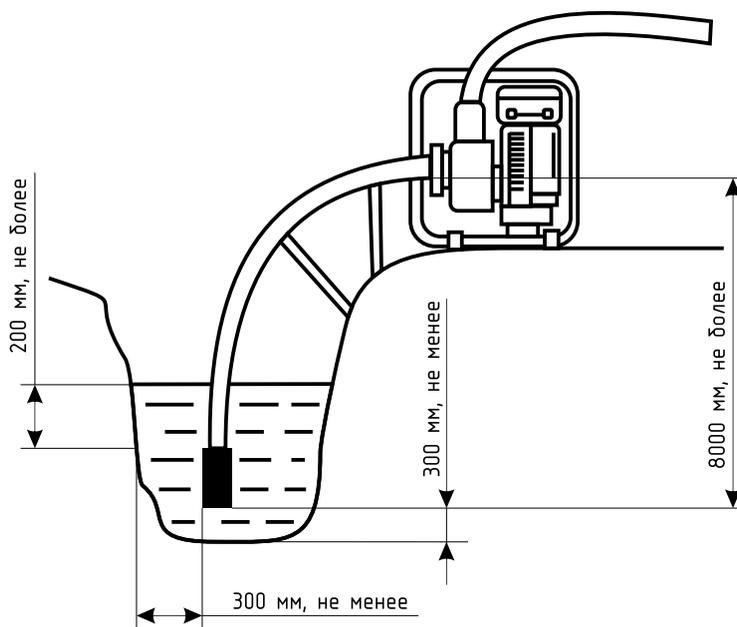

Рис. 1 Установка мотопомпы
Установить мотопомпу вблизи водоема (емкости). Опустить фильтр всасывающего рукава в водоем, обеспечив вертикальное положение фильтра, как показано на рис. 1. Выпускной рукав при этом должен быть выше на 70–100 мм относительно корпуса насоса. Мотопомпу установить на ровную площадку с минимально возможным наклоном относительно горизонтальной поверхности, но не более  $10^\circ$  во избежание поломки двигателя из-за недостаточной смазки.
- установить мотопомпу, как показано на рис. 1